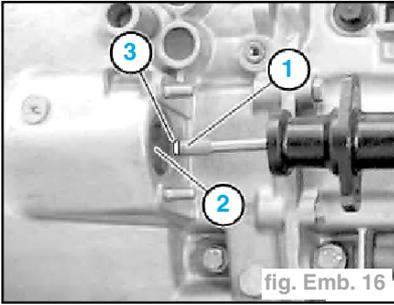

fig. Emb. 16
- Graisser la tige d'appui du levier de débrayage (2) et la surface d'appui (3). (fig. Emb. 16)